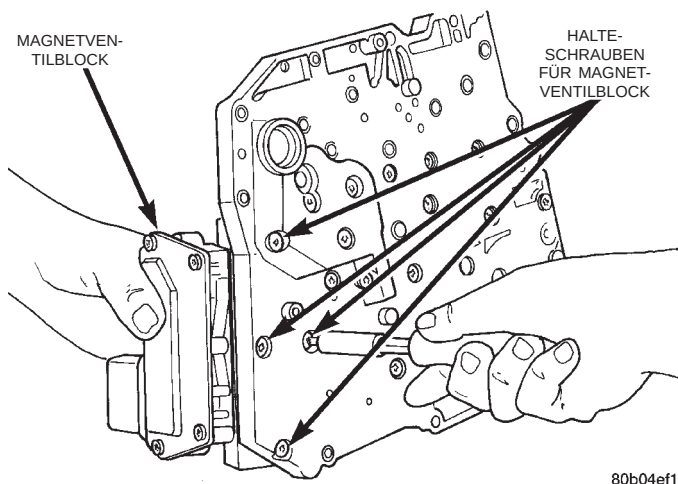

Abb. 33 Halteschrauben/Magnetventilblock
- (1) Fahrzeug auf Hebebühne anheben.
- (2) Ventilgehäuse vom Getriebe abbauen. Siehe hierzu Abschnitt "Ventilgehäuse" in diesem Kapitel.
- (3) Halteschrauben des Magnetventilblocks herausdrehen (Abb. 33).